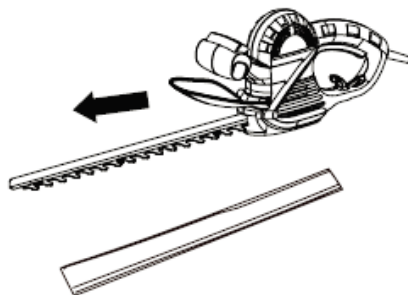

Fig. 2
1. Avant d'utiliser le taille-haie, retirer le protège-lame (11) du dispositif de coupe (1) (voir Fig. 2).